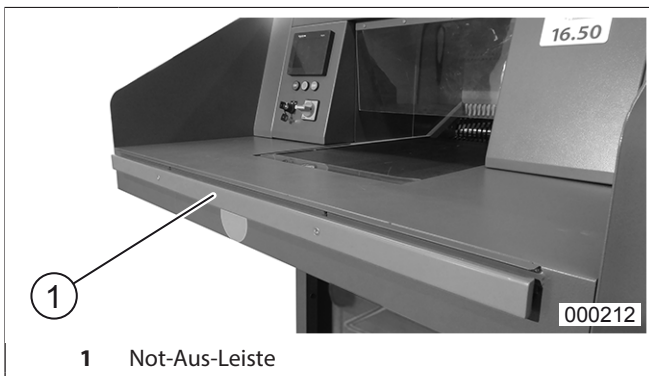
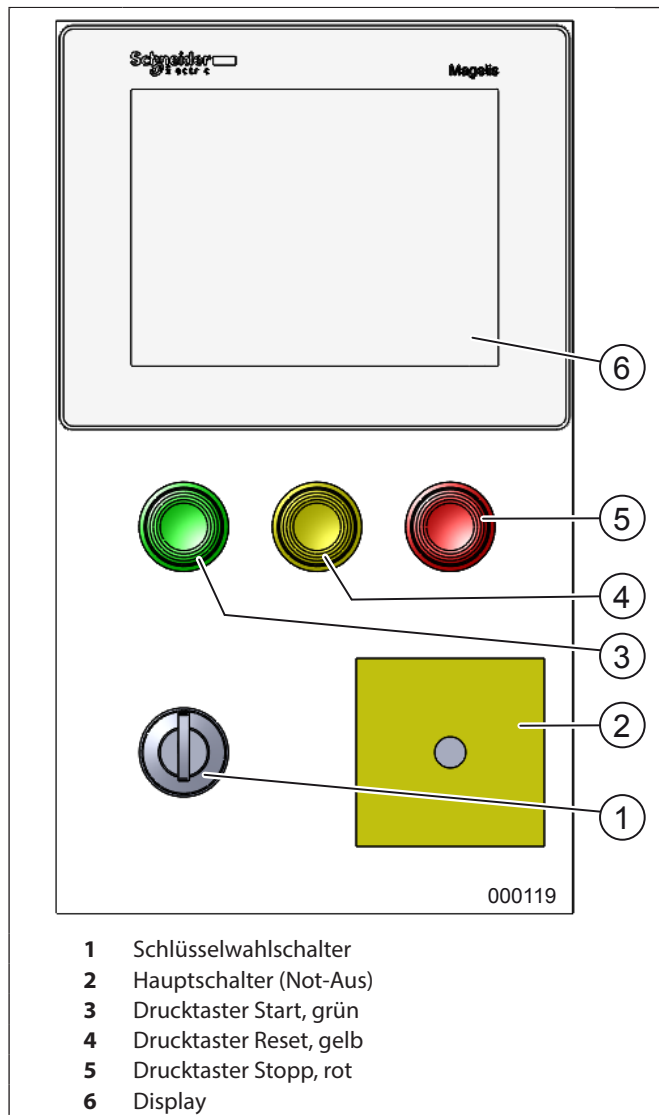

Abb.3 Not-Aus-Leiste
Abb.4 Bedienungselemente
1. Not-Aus-Leiste (Abb.3) am Shredder-Tisch entriegeln (Leiste herausziehen) und Hauptschalter (Abb.4/2) einschalten (Stellung „1“).
2. Schlüsselwahlschalter (Abb.4/1) nach rechts drehen.
3. Grünen Startknopf (Abb.4/3) drücken.
Vier Hauptbildschirme (Abb.4/6) unterstützen Sie bei der Steuerung der Maschine.
Wenn es einmal aus irgendeinem Grunde notwendig sein sollte, die Maschine schnellstmöglich auszuschalten bzw. zu stoppen, so kann dies durch Drücken dieser Not-Aus-Leiste erreicht werden. Zum Wiedereinschalten die Leiste entriegeln (herausziehen) und den Drucktaster Start, grün (Abb. 4/3) drücken.
1. Den Hauptschalter (Abb. 4/2) in Stellung „1“ stellen.
schalter (Abb. 4/1) stecken und nach rechts drehen.